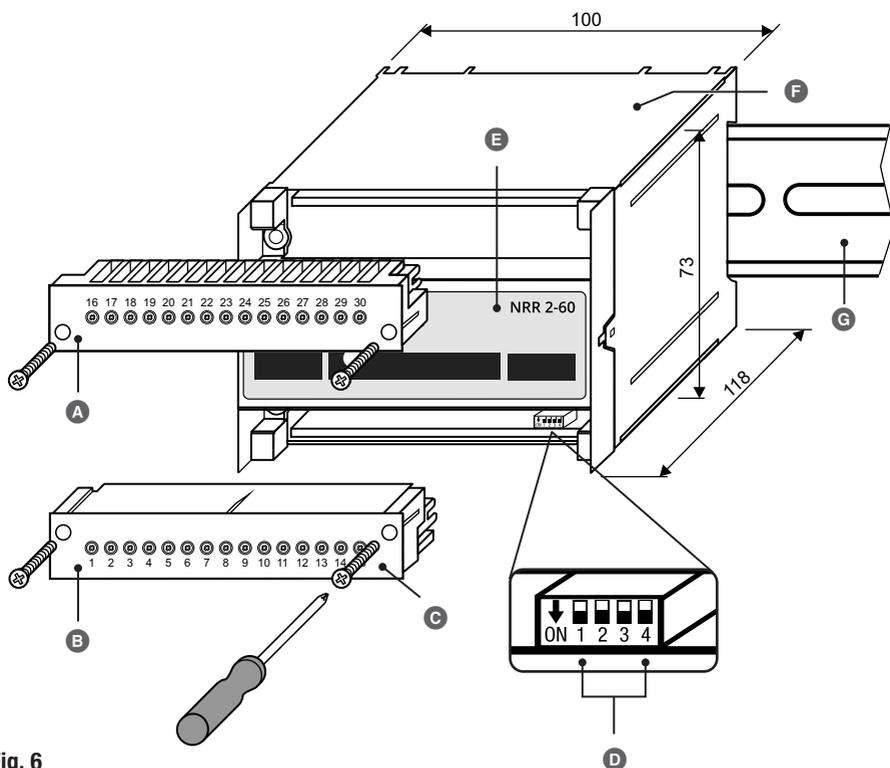

Fig. 6
Si es necesario, puede modificar en cualquier momento la tasa de baudios y el grupo regulador del regulador de nivel NRR 2-60 en el interruptor de codificación  (véase **Fig. 6**).
2. Desenroscar la regleta de bornes inferior y extraerla, véase **Fig. 6**.
3. Llevar a cabo los ajustes deseados en el interruptor de codificación  (véase **Fig. 6**), Véase la página 23, **Fig. 10**.
Para el funcionamiento deben determinarse en el interruptor de codificación **Ⓢ** Fig. 6 el grupo regulador y la tasa de baudios para el regulador de nivel. Al conectar los diferentes electrodos de nivel y con la parametrización correspondiente en el dispositivo de mando y visualización URB 60 se obtienen las funciones deseadas del regulador.